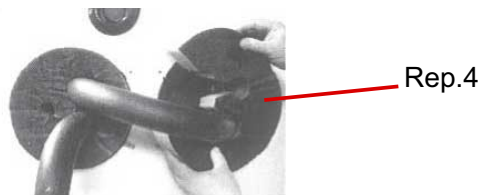

Fig. 3 : Montage de l'isolation
- 4) Monter l'isolation des raccords à collets (rep. 4, fig. 3)